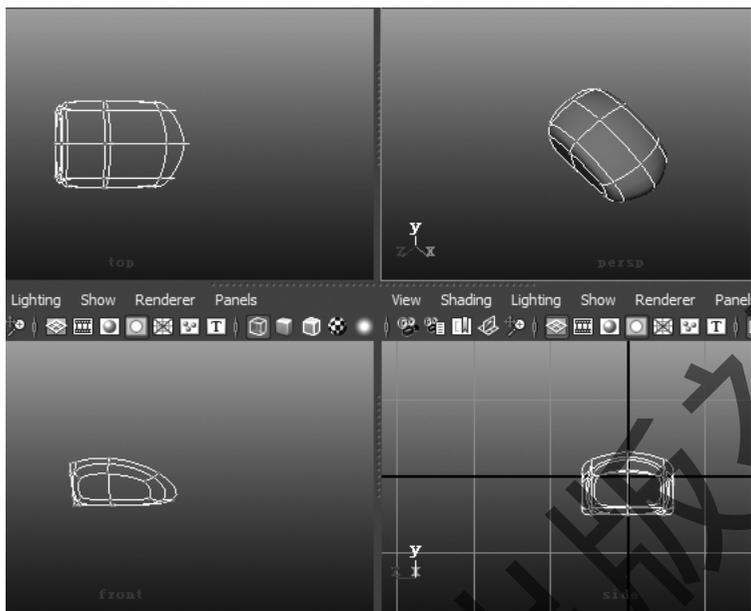

图 4-36 Smooth 效果
Step 4: 在调节这些点的时候要注意, 要利用鼠标进行框选择, 这样就能在调节的时候对两组对称的边一起调节, 这样出现的效果会好一些。这时, 按键盘上的数字 3 键, 观察制作的鼠标模型在光滑后是否合适, 假如形状不对, 可以再次调解, 如图 4-36 所示。